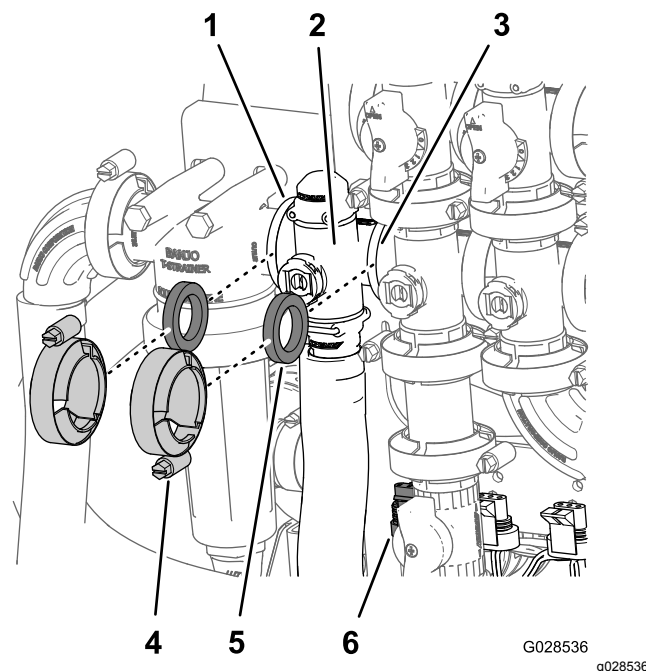

Figure 83
1. Retirez les colliers et joints qui fixent le collecteur du régulateur de débit (Figure 83).